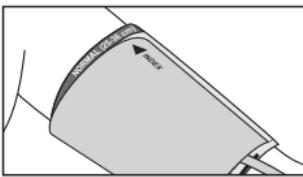

Рис. 10
- На застегнутой манжете метка «INDEX» должна указывать на область «NORMAL (25-36 см)». Это означает, что манжета подобрана правильно и соответствует размеру окружности плеча. Если метка указывает на область обозначенную «◀▶» или левее, то манжета мала и показания будут завышены. Если метка указывает на область «▶▶» или правее, то манжета велика и показания будут занижены (рис. 10).